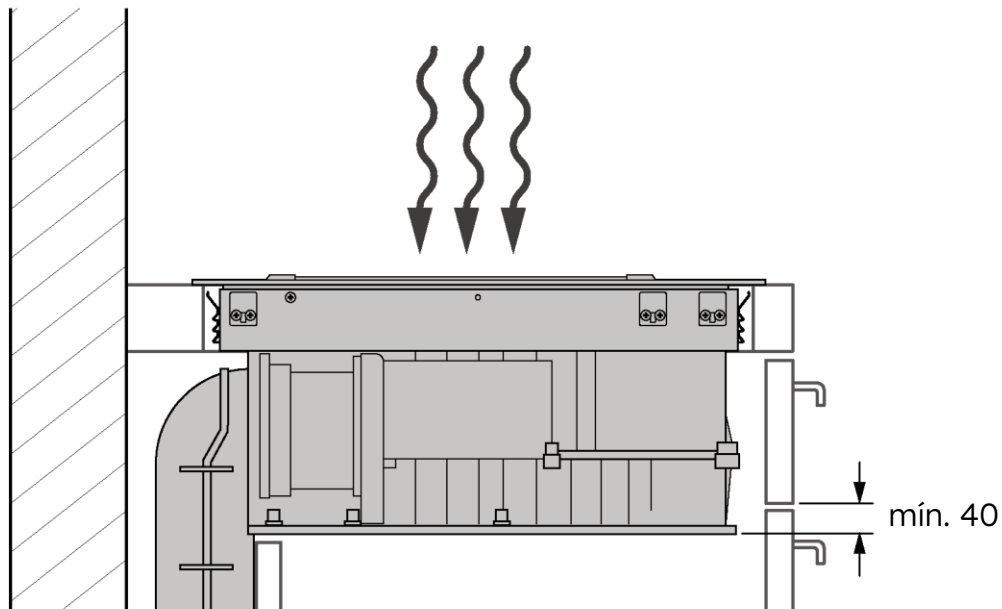

fig. 3
- Não fixe a placa com silicone ou qualquer outro tipo de cola! Este tipo de fixação danificaria o produto se for necessário removê-lo (**fig. 3**).